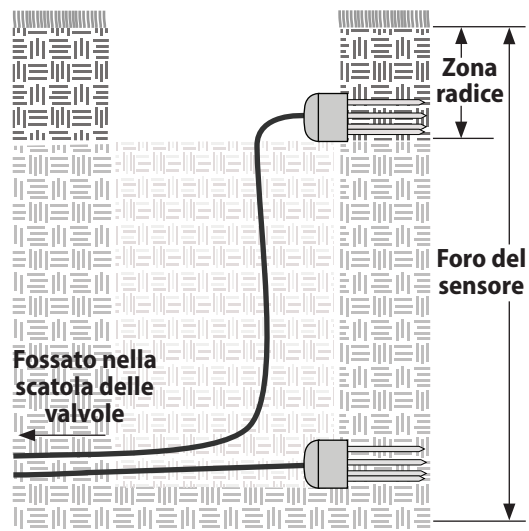

Figura 9 - Installazione sensore Tipo 3
- 1 Utilizzando una vanga (o altro strumento adatto), tagliare con attenzione e rimuovere la zona di prato in cui verranno posizionati i sensori. Scavare i fori per i sensori alla profondità del sensore inferiore (nel caso ne vengano utilizzati due) come mostrato nella Figura 9.